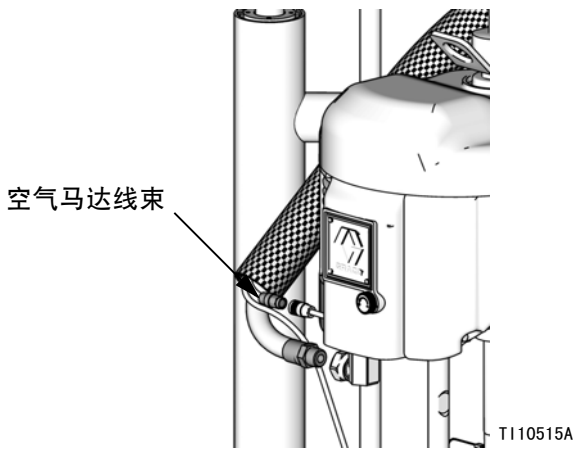
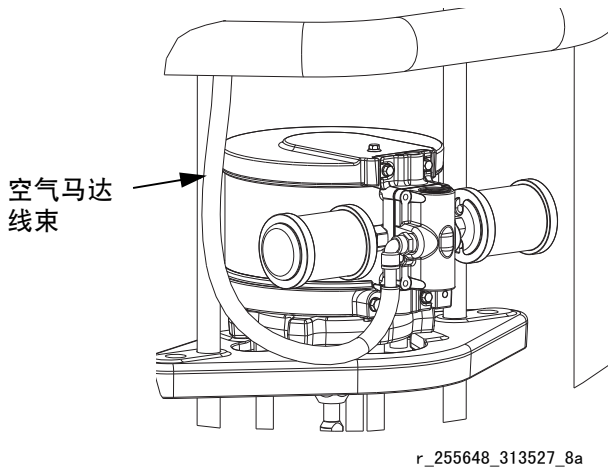
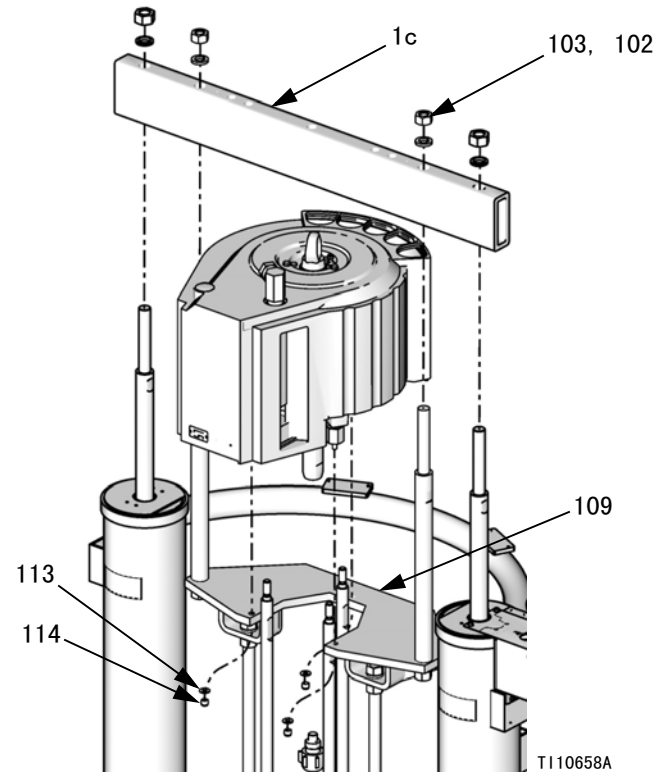

图 22：NXT 2200-6500 空气马达线束
图 23：NXT 200-1800 空气马达线束
图 29: Xtreme XL 空气马达
3. 将空气软管连接到马达。如果使用远程 DataTrak, 将电气接头与空气马达连接。参见图 22 和图 23 (第 26 页)。
1. 使用适当的起重机, 将空气马达放到安装板 (109) 上。参见图 29。
2. 用螺母 (114) 和垫圈 (113) 将马达固定到安装板 (109) 上。
3. 安装横杠 (1c)、螺母 (103) 及垫圈 (102)。
5. 将空气软管连接到马达。如果使用远程 DataTrak, 将电气接头与空气马达连接。参见图 22 (第 26 页)。